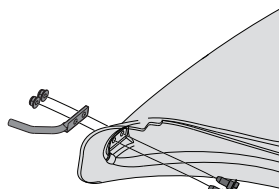

Figure 12
1. De l'intérieur de la botte, introduisez les deux vis à tête hexagonale (738-1225) dans les trous situés à l'avant de la botte, en bas. Voir Figure 12.
2. Mettez la tige de montage (747-06317A) en place sur les vis à tête hexagonale. Assurez-vous que l'extrémité de la tige est orientée vers l'extérieur du coffre. Voir Figure 12.
3. Commencez à visser les deux écrous de blocage de la bride (712-04064) sur les vis à tête hexagonale. Voir Figure 12.